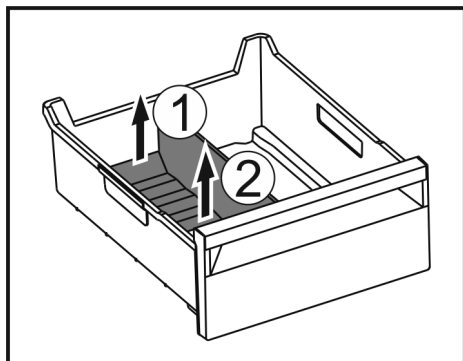

Fig. 151
- Zvedněte zadní část přepážky přihrádky na led. Fig. 151 (1)
- Přepážku přihrádky na led vyjměte nahoru. Fig. 151 (2)